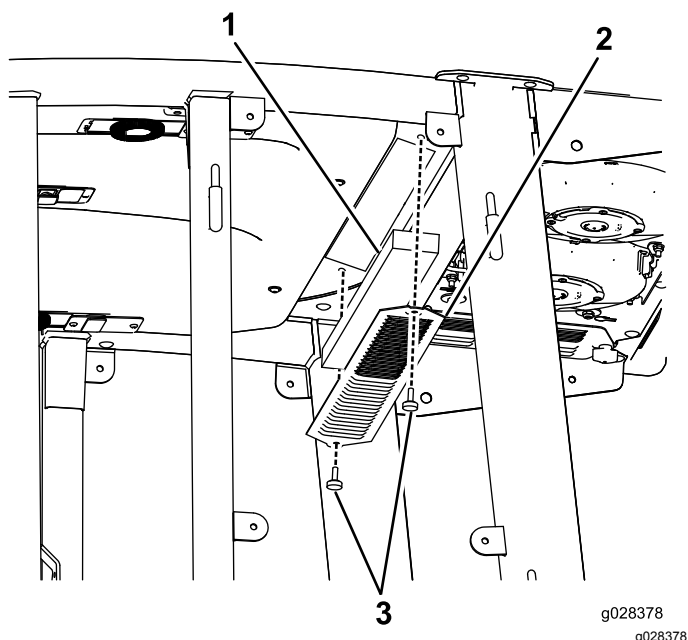
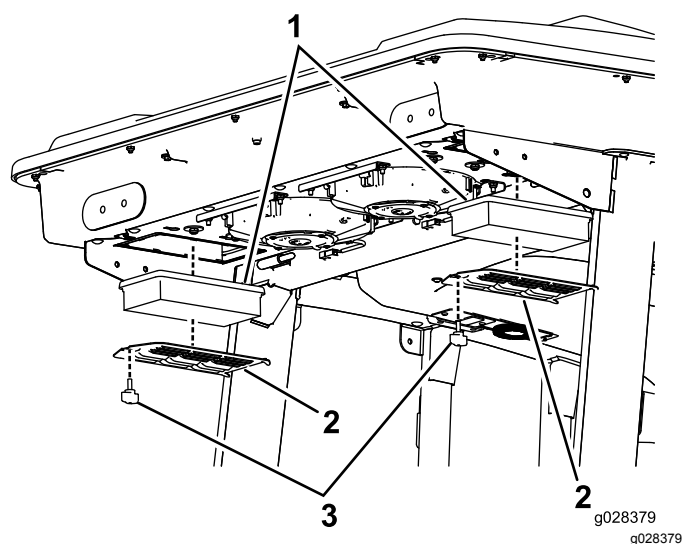

図 79
図 80
1. 室内用と後部用のエアフィルタからねじを外して格子を外す 図 79と図 80。